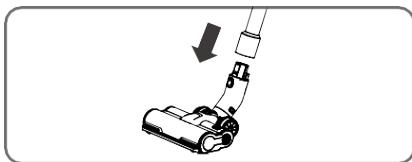

Abbildung 3
- Schieben Sie das Ende der runden Bürstenöffnung in das Ende des Saugrohrs und stellen Sie sicher, dass es ordnungsgemäß sitzt und sich nicht lösen kann. Die erfolgreiche Montage wird durch ein Klickgeräusch bestätigt (Abbildung 3).